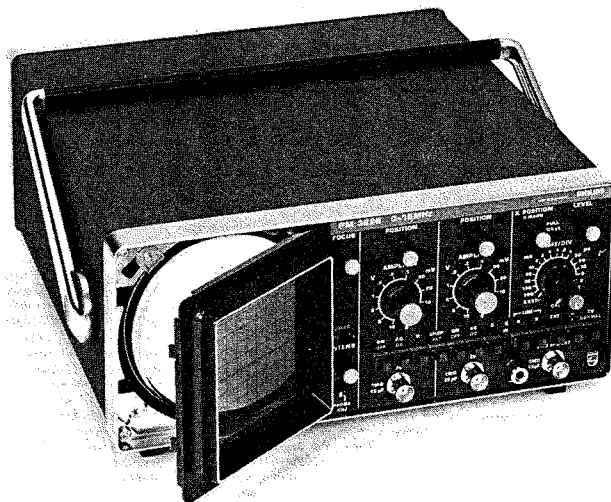

Fig. 2.5. Dépose de la visière et du graticule
- Pour déposer la visière, tourner en appliquant une légère pression sur le flanc gauche (voir Fig. 2.5.).